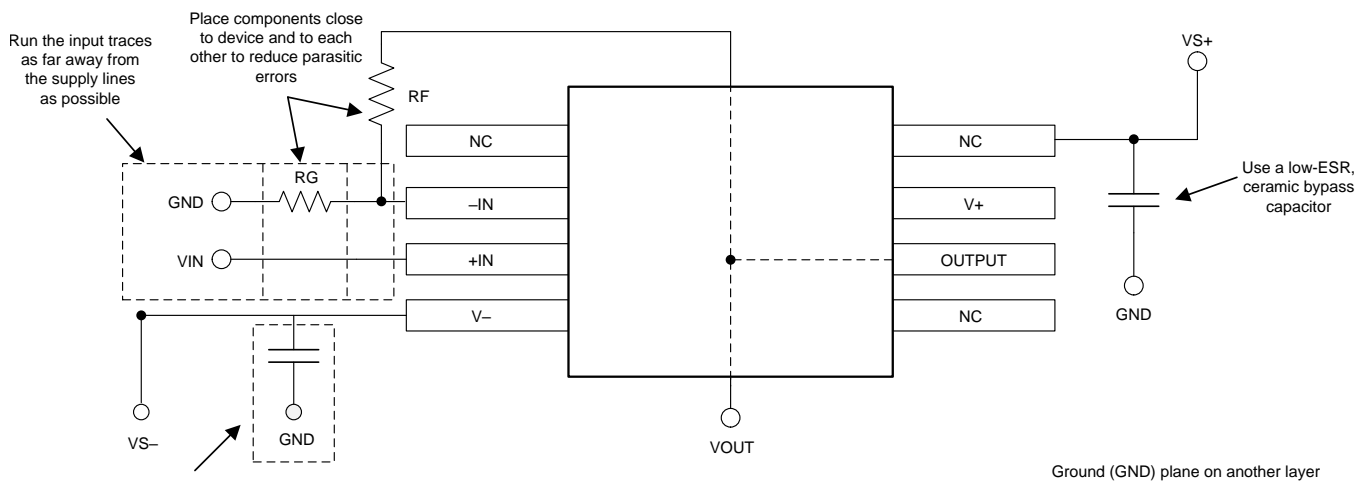

Figure 32. 同相配置的运算放大器电路板布局
- 外部组件的位置应尽量靠近器件。请保持 RF 和 RG 接近反相输入，以便最大限度减小寄生电容，如 Figure 32 所示。